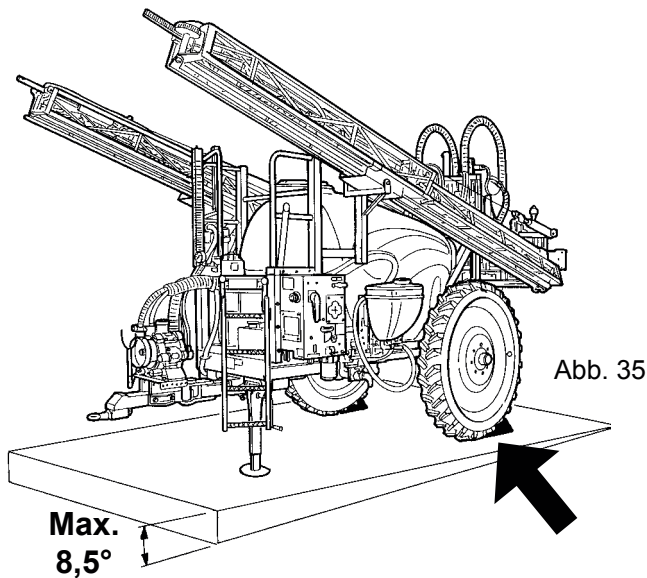

Abb. 35
- Maschine mit ansteigender Deichsel geparkt (max. $8,5^\circ$); positionieren Sie die Leisten hinter den Rädern (Abb. 35).